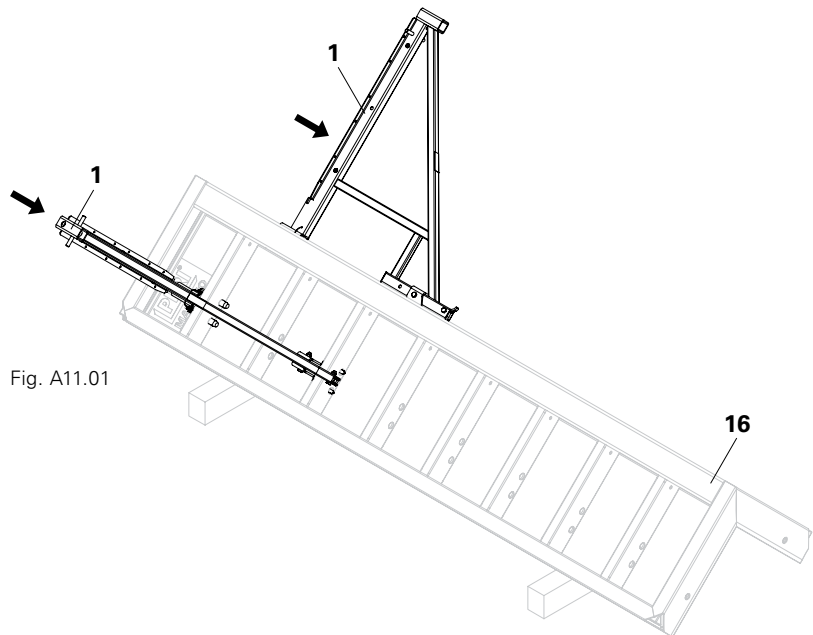

Fig. A11.01
1. Poser l'angle extérieur MAXIMO (16) sur des madriers, la peau coffrante étant orientée vers le bas. (Fig. A11.01)